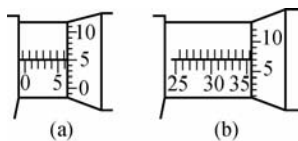

图 5-50 千分尺的读数
③ 整个读数。将整数和小数两次读数值相加，就是被测件的整个读数值。读数示例如图 5-50 所示，读数分别为 $6 + 0.05 = 6.05 \text{ mm}$ ， $35 + 0.5 + 0.07 = 35.57 \text{ mm}$ 。